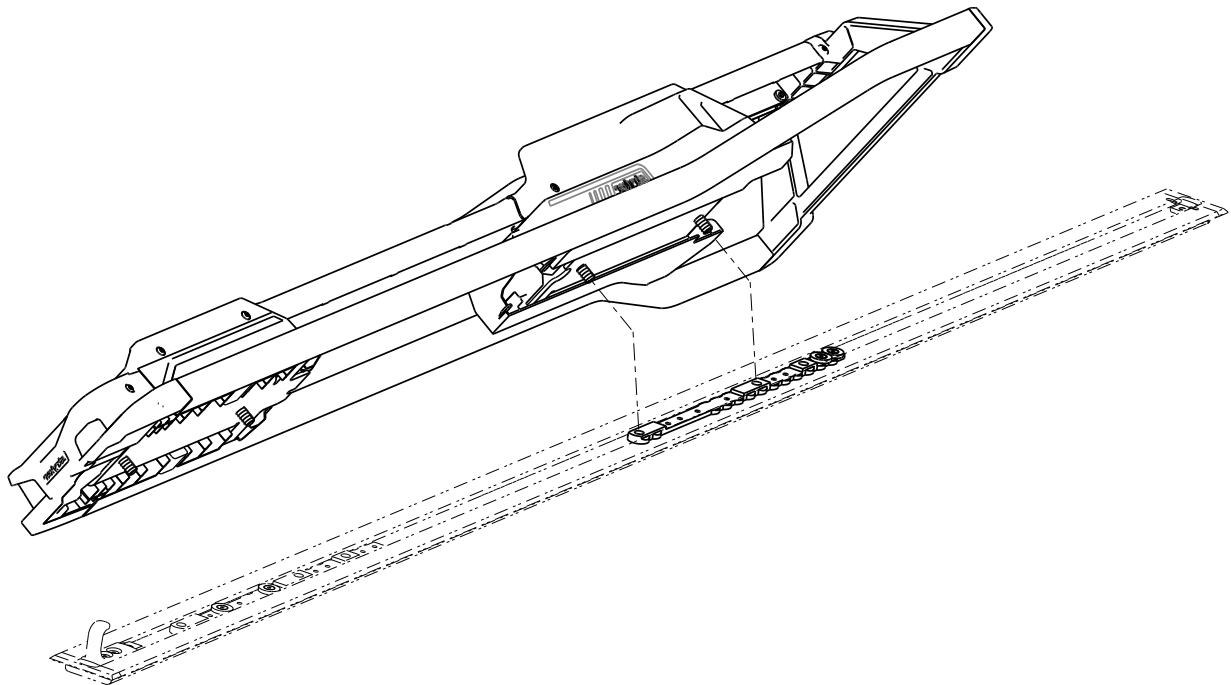

Figura 11 – Alineación del Performance-LOAD
1. Coloque el **Performance-LOAD** sobre el conjunto de la placa de suelo. Alinee los dos pernos del extremo de la cabeza con los dos orificios de la regleta de ajuste (Figura 11).